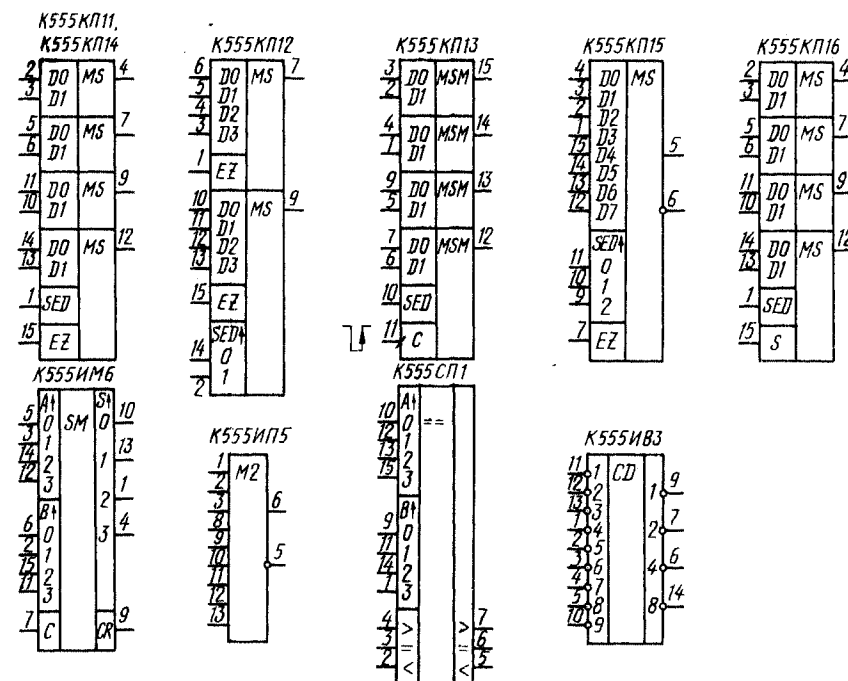

Рис. 10
Микросхема К555КП11 (рис. 10) содержит четыре двухходовых мультиплексора с общими входами управления (SED) и переключения выходов в высокоимпедансное состояние (EZ). При уровне 0 на входе SED на выход каждого мультиплексора проходит сигнал с входа D0, при уровне 1 — с входа D1. Это происходит при уровне 0 на входе EZ. Если же на него подан уровень 1, то выходы мультиплексоров приобретают высокоимпедансное состояние.
K555КП12 (рис. 10) — два четырех-входовых мультиплексора с общими входами управления и раздельными входами переключения выходов в высокоимпедансное состояние. На выход каждого мультиплексора проходит сигнал с одного из входов D0—D3, десятичный номер которого соответствует двоичному коду напряжений, воздействующих на входы 0 и 1 выбора данных SED. По входам EZ этой микросхемой управляют так же, как и предыдущей.
К555КП13 (рис. 10) состоит из четырех двухвходовых мультиплексоров с общими входами управления и регистром хранения информации. На входы регистра поступают сигналы с входов D0 микросхемы, если на адресном входе SED присутствует уровень 0, и с входов D1, если на входе SED — уровень 1. Информация в регистр записывается по спаду импульса отрицательной полярности на входе С.
Микросхема К555КП14 (рис. 10) аналогична К555КП11, только она инвертирует входные сигналы (в обозначениях ее выходов необходимо добавить кружки).
K555КП15 (рис. 10) — восьмивходовый мультиплексор с прямым и инверсным выходом и с входом их переключения в высокоимпедансное состояние (EZ). При уровне 0 на последнем на выходы проходит сигнал с того входа, десятичный номер которого соответствует коду напряжений, подан-
Микросхема К555КП16 (рис. 10) содержит четыре двухвходовых стробируемых мультиплексора и работает аналогично микросхеме К555КП11. Однако в ней вход EZ отсутствует, а есть вход S, при подаче на который уровня 1 выходы мультиплексоров переключаются в нулевое состояние независимо от сигналов на информационных и адресном входах.
K555IM6 (рис. 10) — полный четырехразрядный двоичный сумматор. Он работает так же, как микросхема K555IM3. На входы А подаются сигналы разрядов одного из суммируемых чисел (0 — младший разряд, 3 — старший), на входы В — сигналы разрядов второго числа, на вход С — сигнал переноса с предыдущей микросхемы. Напряжения суммы чисел формируются на выходах S, сигнал переноса появляется на выходе CR. У микросхемы, суммирующей только младшие разряды многоразрядных двоичных чисел, вход С соединяют с общим проводом.
Микросхема К555ИП5 (рис. 10) — девятиходовый сумматор по модулю два. При нечетном числе уровней 1 на его входах на прямом выходе появляется уровень 1, при четном — уровень 0. Сумматор можно использовать для получения разряда контроля четности при передаче данных или при записи в устройство памяти или на какие-либо носители, а также для проверки данных, имеющих контрольный разряд, при их приеме или считыва-
К555СП1 (рис. 10) служит для срав-
К555ИВ3 (рис. 10) — приоритетный шифратор. В исходном состоянии на всех его входах и выходах присутствует уровень 1. При подаче на любой из входов уровня 0 на выходах 1—2—4—8 возникают сигналы инверсного двоичного кода, соответствующие номеру входа, на который подан уровень 0. Если он поступает сразу на несколько входов, сигналы на выходе соответствуют наибольшему номеру входа.